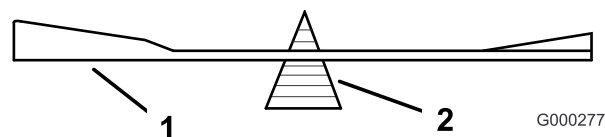
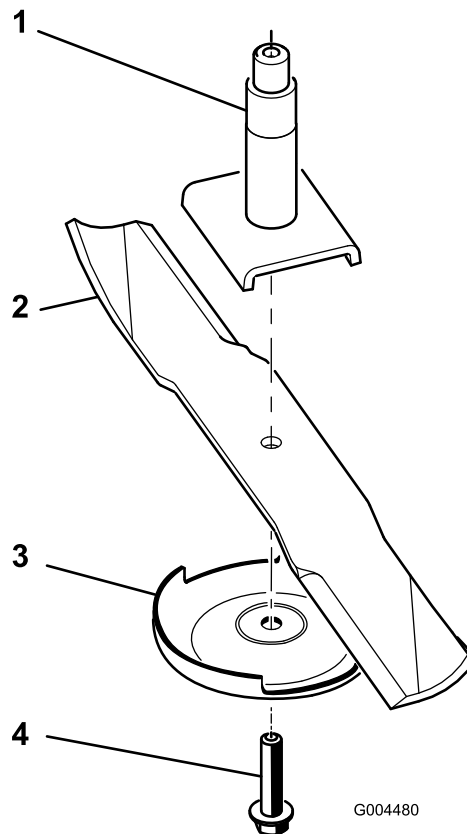

図 76
図 77
2. スピンドルのシャフトからブレードボルト、芝削り防止プレート、ブレードを取り外す (図 77)。
1. スピンドルシャフトにブレードを取り付ける (図 77)。
2. 芝削り防止プレートとブレードボルトを取り付ける (図 77)。
2. ブレードバランサー (図 76) を使ってバランスを調べる。ブレードが水平に停止すればバランスがとれているからそのまま使用してよい。もし傾くようなら、重い方の裏面を少し削って調整する (図 77)。バランスがとれるまで調整する。